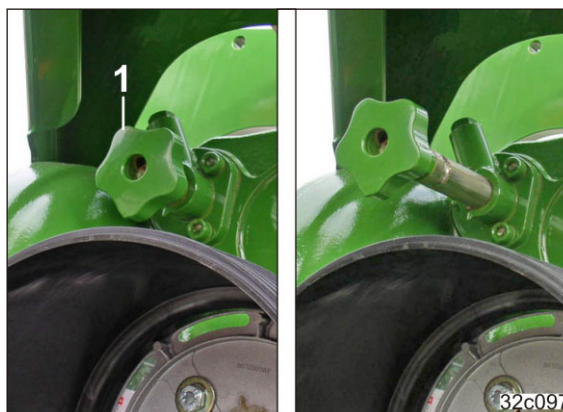

Fig. 94
1. Skiftearmen (Fig. 94/1) er beregnet til at skifte mellem geartrinnene.